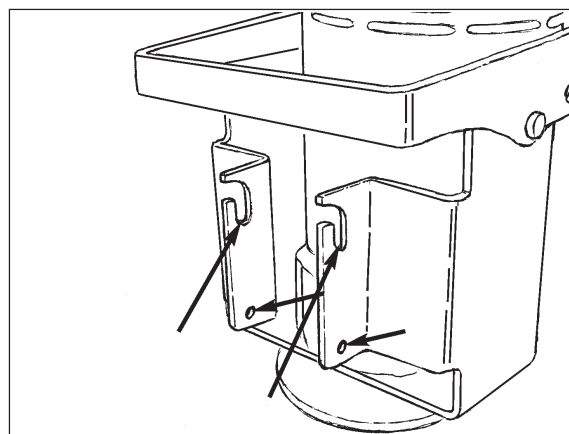

Figura 19
**NOTA:** No es necesario sacar el conjunto de alojamiento de los cepillos al sacar o instalar el accionamiento de cepillos o discos. Para proporcionar mejor acceso al cepillo, o cuando la máquina se encuentra en una rampa, se puede sacar el conjunto de alojamiento de los cepillos. Para retirar el conjunto de alojamiento del cepillo, tire hacia fuera de la clavija cargada a resorte sobre la parte izquierda del alojamiento, luego extraiga el conjunto de alojamiento del cepillo tirando hacia arriba y hacia fuera (Refiérase a la Figura 18A). Reinstale el conjunto de alojamiento del cepillo en orden inverso, asegurándose que la barra transversal en el alojamiento del cepillo esté insertada dentro de las dos ranuras ubicadas en el montaje del motor y que la clavija cargada a resorte esté trabada en su posición correcta (Refiérase a la Figura 19).